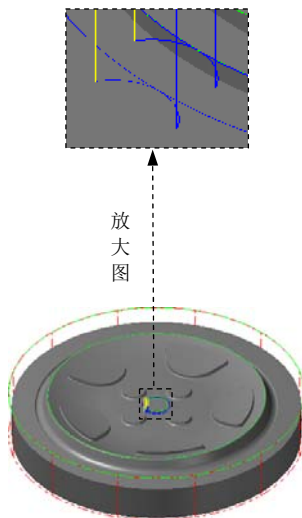

图 15.56 刀具路径
Step7. 单击“2D 刀具路径-外形铣削”对话框中的 ☒ 按钮，完成参数设置，此时系统将自动生成图 15.56 所示的刀具路径。